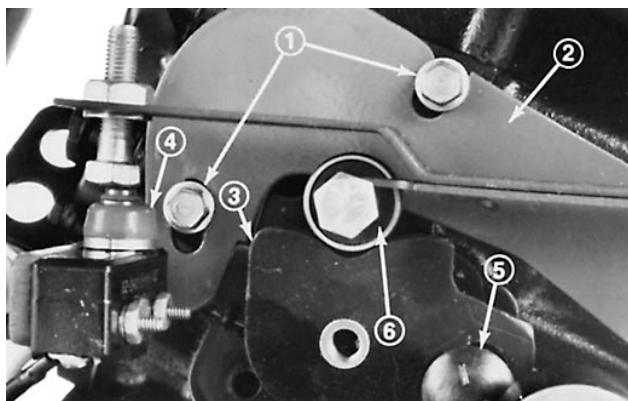

Figure 70
4. Le moteur étant arrêté, desserrer le boulon à tête bombée carrée et laisser le palier repérer la came (Fig. 70). Serrer soigneusement l'écrou sur le boulon à tête bombée carrée.
5. Desserrer les vis pour permettre au support du dispositif de point mort de bouger, mais pas librement (Fig. 70). Régler le support de manière qu'un couple de 58 Nm sur le levier de commande commence juste à tourner le levier. Serrer les vis.